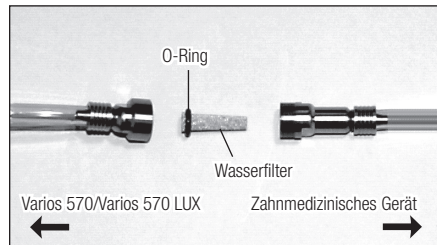

Abb.20
- 3) Wenn das Wasserfiltergehäuse abgenommen ist, kann der Wasserfilter wie in Abb. 20 gezeigt entfernt werden.